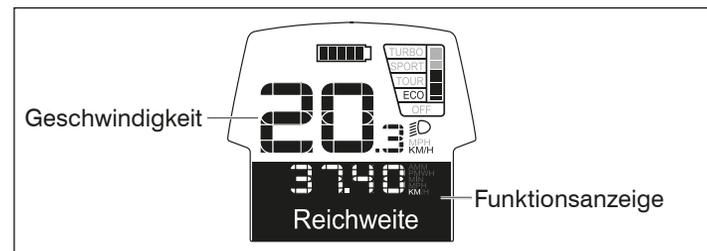

Abb.: B-16 Anzeige der Geschwindigkeit und Funktionsanzeige auf dem Bediencomputer.
- Lesen Sie die aktuelle Geschwindigkeit in der Mitte der Anzeige ab (siehe Bild B-16).
Die Funktionsanzeige ist eine Kombination einer Wert- und Textanzeige (siehe Bild B-16). Folgende Ansichten stehen auf der Funktionsanzeige zur Auswahl: